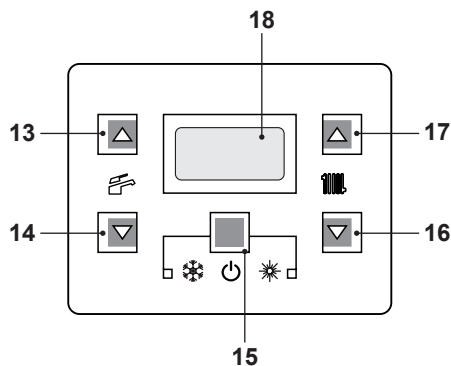

Figura 2.3
- Tenere premuto per 2 secondi il tasto 15 fino a far apparire sul display entrambe i simboli  e . Figura 2.3.